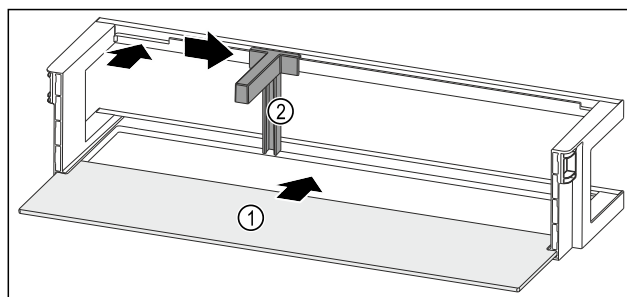

Fig. 137 Dveřní přihrádka s odkládací plochou
- Odkládací plochu Fig. 137 (1) zasuněte do bočních vybrání.
- Držák lahví Fig. 137 (2) vložte do vybrání.
- Držák lahví Fig. 137 (2) posuňte na stranu do požadované polohy.